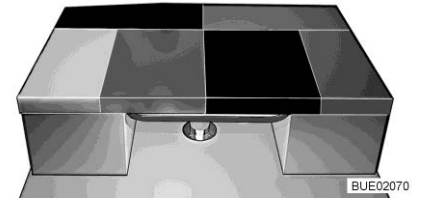

Fig. 157 Après la transformation
- Placer le coussin supplémentaire sur la table (voir Fig. 157). Poser le côté en biseau du coussin sur le siège latéral de la dînette en L.